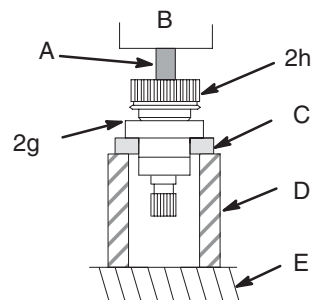

Fig. 14
4. **Utilizando una prensa hidráulica**, coloque el apilamiento de bloques de acero en la cara interna del cojinete grande (2g) y apriete el eje a través del cubo y del cojinete. Vea la Fig. 14.